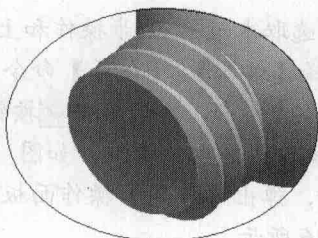

图1-18
9. 选取本节第 7 步合并后的面组，在键盘上按 **Ctrl + C** 组合键，在菜单栏中选择 **【编辑】/【选择性粘贴】** 命令，弹出 **【选择性粘贴】** 操作面板。选择基准平面 **right** 作为方向参照，输入移动尺寸为“2.5”，展开 **【选项】** 菜单，取消勾选 **【隐藏原始几何】** 选项，然后单击 ☒ 按钮移动面组，如图 1-18 所示。